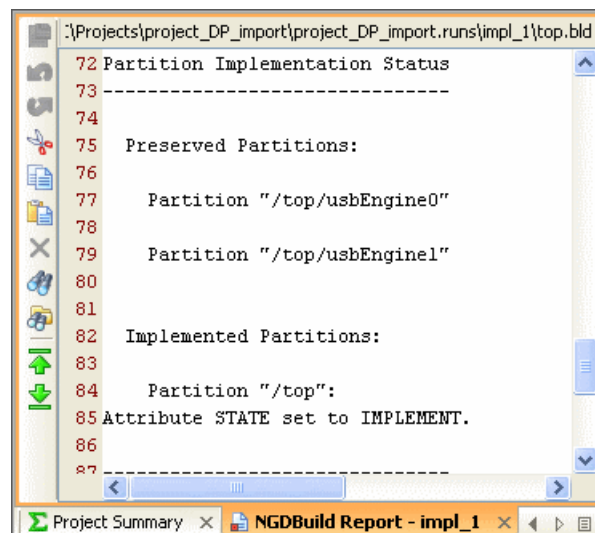

図 13-5 : NGDBuild レポートのパーティション アクションの表示
4. ISE の NGDBuild コマンドが終了したら、[Report] タブをクリックし、NGDBuild レポート (図 13-5) を確認します。run でパーティションに対して実行されたアクションが NGDBuild レポートに表示されます。